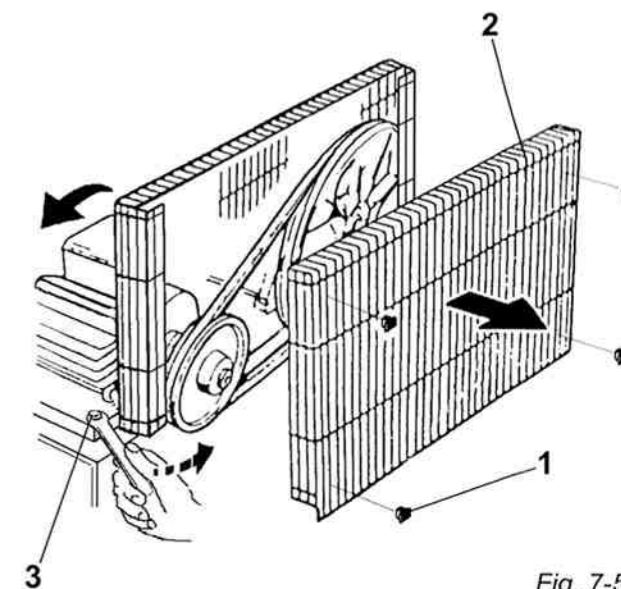

Fig. 7-5
- desbloquee la red de protección por los topes en plástico 1 (fig. 7-5)
- quite la red de protección móvil 2 (fig. 7-5)
- destornille los tornillos 3 (fig. 7-5) de fijación del motor
- bloquee los tornillos 3 (fig. 7-5) de fijación del motor
⚠ Restablezca la red de protección móvil 2 (fig. 7-5) de manera correcta (esta última operación es indispensable para la seguridad del operador).
RemoverfØringen trenger godt renhold og eksakt spenn. Er spennet for lite kan remmen slure i remhjulene og skaper varme og lite produktivitet. Er remmen for hardt spent blir belastningen p  kulelagerene for h y og disse blir utslitt. Motoren kan brenne. Remmen er passe stram n r du med en finger kan trykke ned 0,8+1 cm (fig. 7-5) Sjekk dette m ndelig. Om justering er n dvendig gj r f lgende:
- L sne plastklips som holder nettet rundt remmen 1 (fig. 7-5)
- Fjern beskyttelsesnettet rundt remmen 2 (fig. 7-5)
- L sne festboltene til motoren 3 (fig. 7-5)
⚠ Plasser tilbake beskyttelsesnettet igjen 2 (fig. 7-5).
- sbloccare la rete di protezione tramite i fermi di plastica 1 (fig. 7-5)
- togliere la rete di protezione mobile 2 (fig. 7-5)
- allentare le viti 3 (fig. 7-5) di fissaggio motore
- bloccare le viti 3 (fig. 7-5) di fissaggio motore
⚠ Ripristinare la rete di protezione mobile 2 (fig. 7-5) in modo corretto (quest'ultima operazione è indispensabile per la sicurezza dell'operatore)
- débloquent le filet de protection par les arrêts en plastique 1 (fig. 7-5)
- enlève le filet de protection mobile 2 (fig. 7-5)
- desserrés les vis 3 (fig. 7-5) de fixation du moteur
- bloquer les vis 3 (fig. 7-5) de fixation du moteur
⚠ Rétablir le filet de protection mobile 2 (fig. 7-5) d'une façon correcte (cette dernière opération est indispensable pour la sécurité de l'opérateur).
- unlock the safety net by acting on the plastic stops 1 (fig. 7-5)
- remove the mobile safety net 2 (fig. 7-5)
- loosen the motor fixing screws 3 (fig. 7-5)
- lock the motor fixing screws 3 (fig. 7-5)
⚠ Fix again the mobile safety net 2 (fig. 7-5) correctly (this operation is indispensable for the operator's safety).
- Man entfernt das Schutzgitter der Plastikbefestigung 1 (Bild 7-5)
- Man entfernt das flexible Schutzgitter 2 (Bild 7-5)
- Man löst die Schrauben 3 (Bild 7-5) der Motorhalterung
- Man schraubt die Schrauben 3 (Bild 7-5) des Motors fest
⚠ Man bringt wieder das flexible Gitter 2 (Bild 7-5) richtig an (Diese letzte Handlung, ist für die Sicherheit des Bedieners unerlässlich)